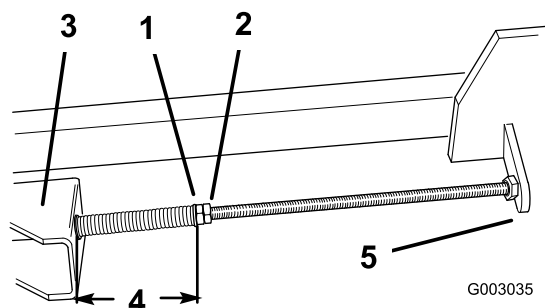

Figura 45
la correa de transmisión desgastada de las poleas (Figura 45).
8. Apriete la contratuerca delantera de cada varilla de ajuste hasta que los muelles estén completamente comprimidos, aproximadamente 12 cm (4-3/4 pulg.) medido entre la arandela y el casquillo, luego desenrosque las contratuercas delanteras una vuelta (Figura 45).
9. Apriete las contratuercas traseras (Figura 45).